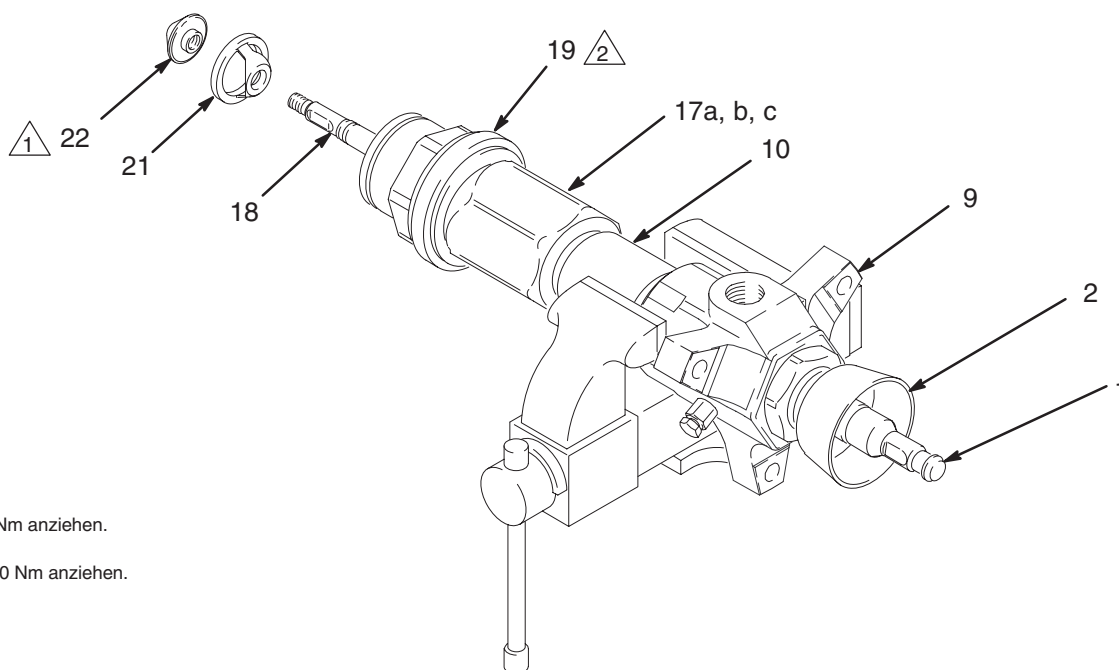

Abb. 15
- Den Einlasszylinder (19) in das Einlassgehäuse (17) schrauben. Mit einer Rohrzange den Zylinder (19) mit 468–590 Nm festziehen. Dadurch werden auch das Einlassventilgehäuse (17) und der Pumpenzylinder (10) in das Auslassgehäuse (9) eingedreht. Siehe Abb. 15.
- Sicherstellen, dass die Schlüssel­flächen der Schöpfkolbenstange (18) von der Unterseite des Einlasszylinders (19) zugänglich sind. Wenn nicht, mit einem Gummihammer oben auf die Kolbenstange (1) klopfen, bis die Schlüssel­flächen vorstehen.
- Den Schöpfkolben (21) bis zum Anschlag auf die Stange (18) schieben. Die Stange (18) mit einem verstellbaren Schlüssel festhalten und den Sitz (22) mit einem zweiten Schlüssel auf die Stange schrauben. Mit 77–85 Nm festziehen. Siehe Abb. 15.